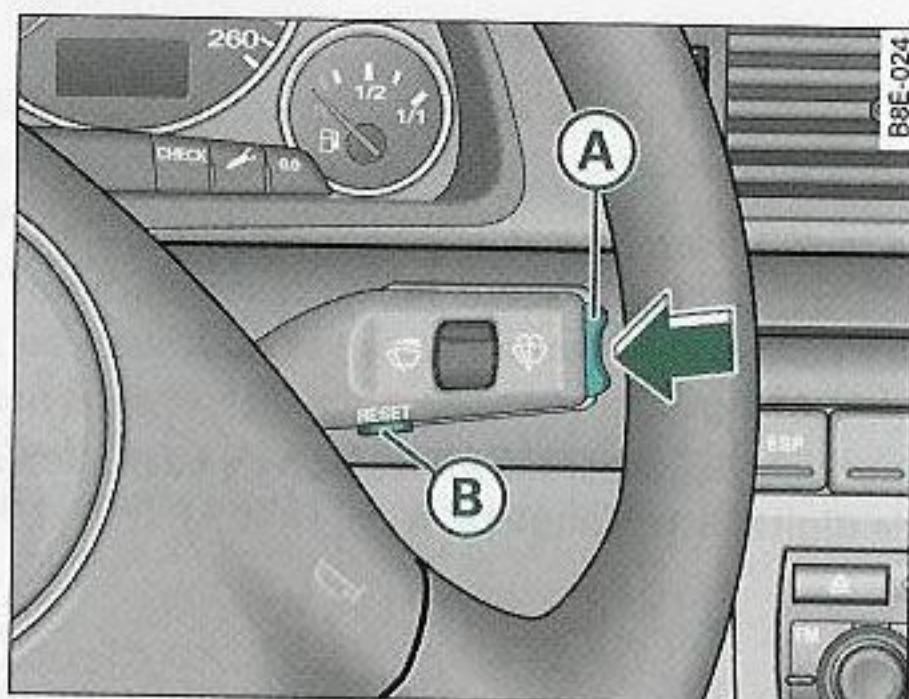

Fig. 26 Palanca del limpiaparabrisas: Elementos de manejo del ordenador de a bordo
- Pulse la zona superior o inferior del conmutador-selector de funciones (A) ⇒ fig. 26. Se visualizarán una tras otra las 5 funciones del ordenador de a bordo.
En la pantalla digital se indica el tiempo transcurrido desde que se borró la memoria por última vez. Cuando quiera calcular el tiempo de la duración del viaje a partir de un determinado momento habrá que borrar la memoria pulsando la tecla "Reset" ⇒ *página 46, fig. 26* **B**.
Bastará con pulsar brevemente el interruptor-selector de funciones o bien la tecla Reset ⇒ *página 46, fig. 26* para borrar este aviso.
En la pantalla digital se visualiza el consumo medio de combustible en l/100 km, determinado desde la última vez que se borró la memoria. Con ayuda de este indicador es posible adaptar el estilo de conducción a lo que se desee consumir. Si desea determinar el consumo medio para un nuevo periodo de tiempo, borre la memoria con la tecla "Reset" ⇒ *página 46, fig. 26*. Una vez borrada, y durante los primeros 30 metros de recorrido, aparece un cero.
En la pantalla digital se visualiza la velocidad media en km/h, determinada desde la última vez que se borró la memoria. Si desea determinar la velocidad media para un nuevo periodo de tiempo, borre la memoria con la tecla "Reset" ⇒ *página 46, fig. 26*. ►